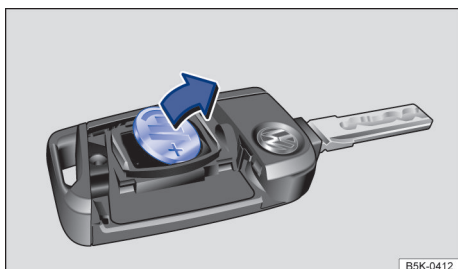

图 45 汽车钥匙：取出旧电池
- 用一合适的扁平器具从电池盒里撬出电池→图 45。
- 安放新电池，然后沿→图 45 箭头相反方向将其推入电池盒内→①。